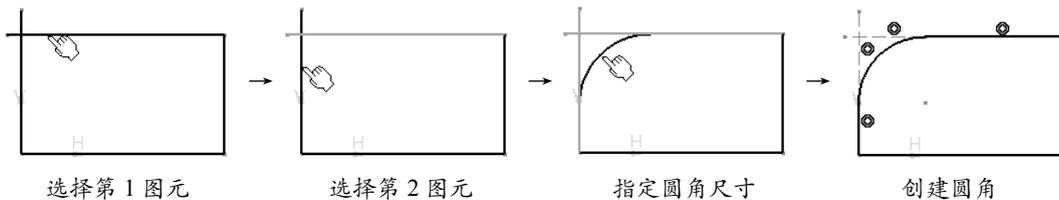

图 5-9
- 构造线未修剪 : 单击此按钮，创建圆角后，所选图元变为构造线，但不修剪构造线，如图 5-9 所示。